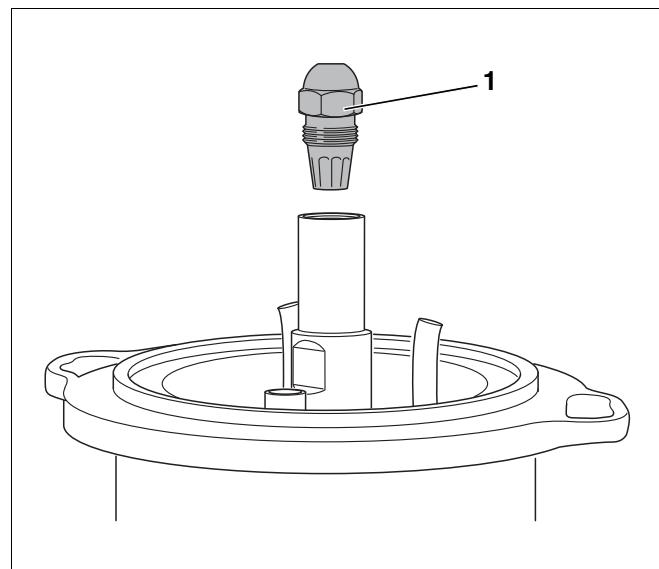

Рис. 34 Демонтаж форсунки
- Открутить форсунку (рис. 34, **поз. 1**) двумя гаечными ключами SW 16 и SW 19.
- Демонтировать форсунку (рис. 34, стр. 31).